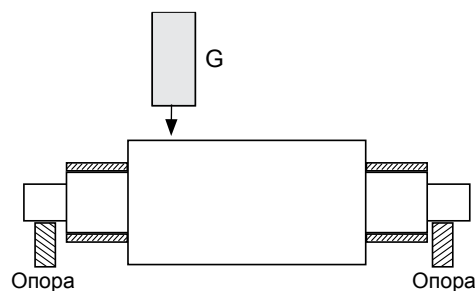

Рис. 3.32
- (4) После того как работы с поверхностью дорожки качения будут закончены, переходите к шлифовке поверхности цилиндра валка (Рис. 3.32).